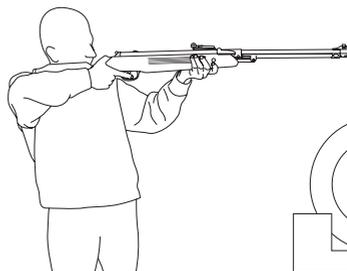

Fig. 12
- Epauler, placer la sûreté sur « OFF » et viser (\*). (Fig. 12)